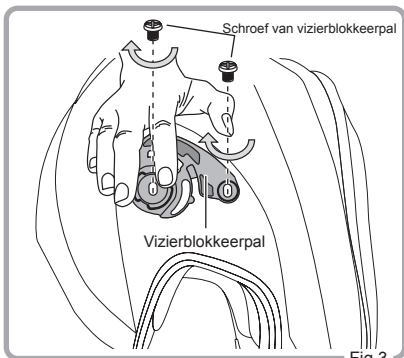

Fig.3
3. Draai beide schroeven met de klok mee stevig vast. Ga op dezelfde manier te werk voor de andere vizierblokkeerpal. De vizierblokkeerpallen zijn nu gemonteerd (Fig. 3).
2. Buig het vizier voorzichtig tot het vlak wordt. Klik vervolgens de andere zijde van de Pinlock® Original Insert Lens in de excentrische pinnen en laat het vizier daarna voorzichtig naar zijn originele gebogen vorm terugkeren. (Fig. 3 en 4) (Volg 3 op de volgende pagina)